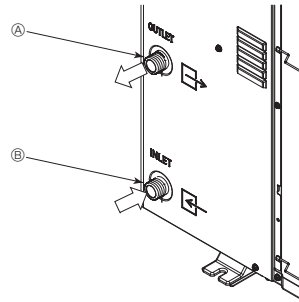

Fig. 6-1
6.1. Waterleidingverbinding (Fig. 6-1)
- De positie van de inlaat- en uitlaatbuizen wordt getoond in Fig. 6-1.
[Fig. 6-1]